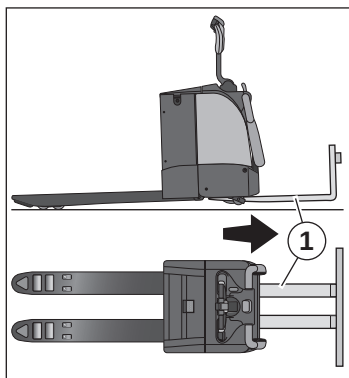

Fig. 50 Bugsering af trucken
5. Træk trucken langsomt og kun fremad (som angivet med pilen på fig. 50).